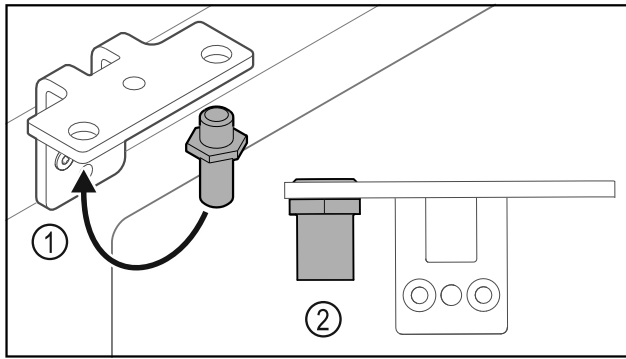

Fig. 32
- ▶ Sett om bolten Fig. 32 (1) i hengselvinkelen.
- ▶ Trekk til bolten Fig. 32 (2) med **et tiltrekkingmoment på 12 Nm**.